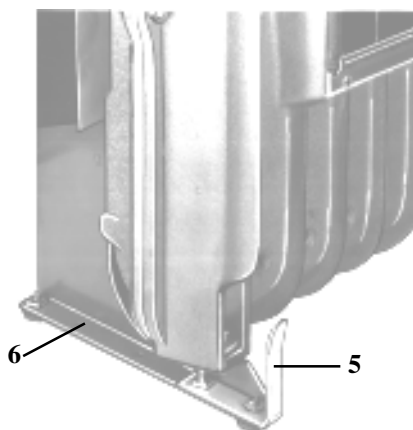

Fig. 2
- Dévisser celles-ci, puis lever verticalement l'habillage pour le dégager des guides de pieds 5 Fig. 2.
- Une fois l'appareil prêt à fonctionner, prendre et engager partiellement l'habillage sur les guides des pieds 5 Fig. 2 en inclinant celui-ci, puis descendre verticalement.
Le radiateur peut être fixé au sol au moyen des trous 6 Fig. 2 prévus dans les pieds